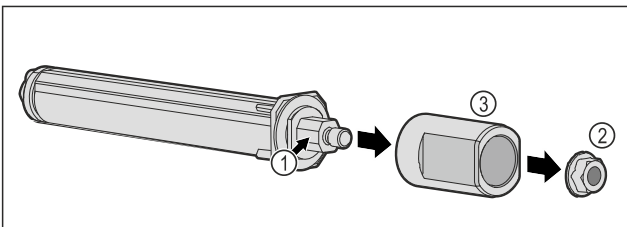

Fig. 54
- ▶ Nerozoberajte systém zatvárania dverí Fig. 54 (1).
- ▶ Odstráňte maticu Fig. 54 (2).
- ▶ Odoberte puzdro Fig. 54 (3).